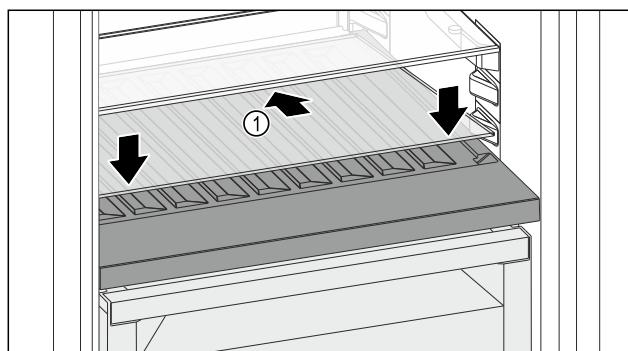

Fig. 146
- Nasad'te sklenú dosku Fig. 146 (1) šikmo a naklonenú smerom dozadu nadol.
- Spusťte sklenú dosku Fig. 146 (1) vpred.